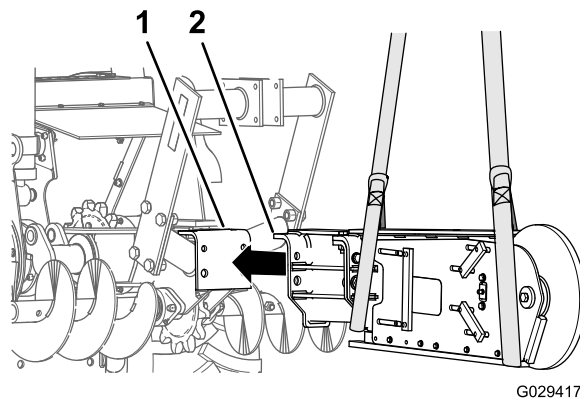

Figure 6
3. Vérifiez que l'extension et l'élince sont de niveau (Figure 6).
4. Positionnez l'extension et l'élince à roche de sorte que sa plaque de montage de l'extension soit de niveau avec le support de fixation sur la trancheuse et que les trous de la plaque soient alignés sur les trous de la fixation (Figure 6).